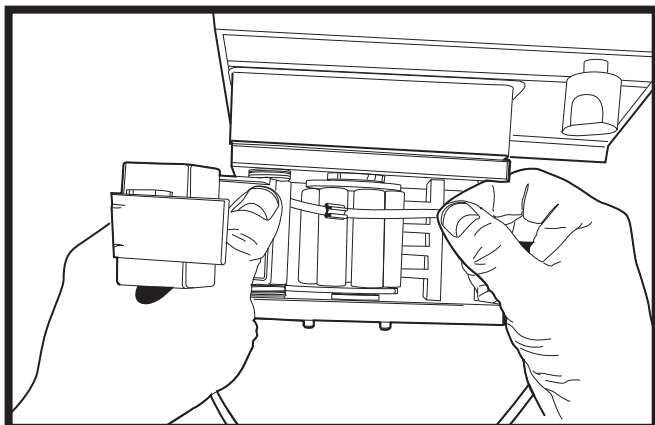

Figura 6: Inserimento di un'estremità del tubo sui rulli
2. Inserire dalla parte alta della testa pompante, un'estremità del tubo sui rulli; tenendo sempre la parte mobile della chiusura, aprire la protezione sicurezza a molla quel tanto per permettere l'inserimento dei tubi tra il canale ferma tubi e la protezione stessa (figura 6);